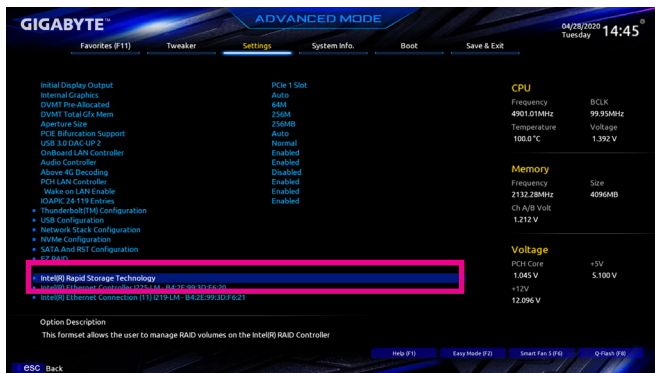

图7
重开机后，请进入BIOS程序设置画面，再进入「Settings\IO Ports\Intel(R) Rapid Storage Technology」子选单(图7)。